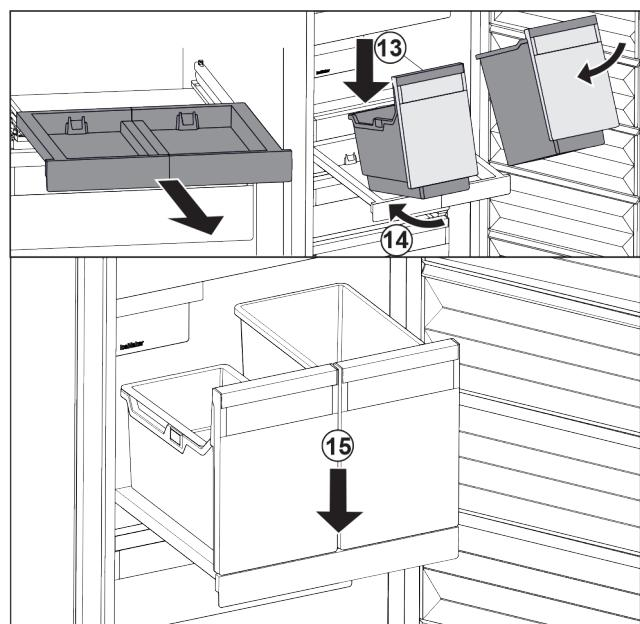

Fig. 95
- Встановити резервуар на витяжну панель навколо. Fig. 95 (13)
- Насунути резервуар навколо до заду. Fig. 95 (14)
- Резервуар опустити спереду. Fig. 95 (15)